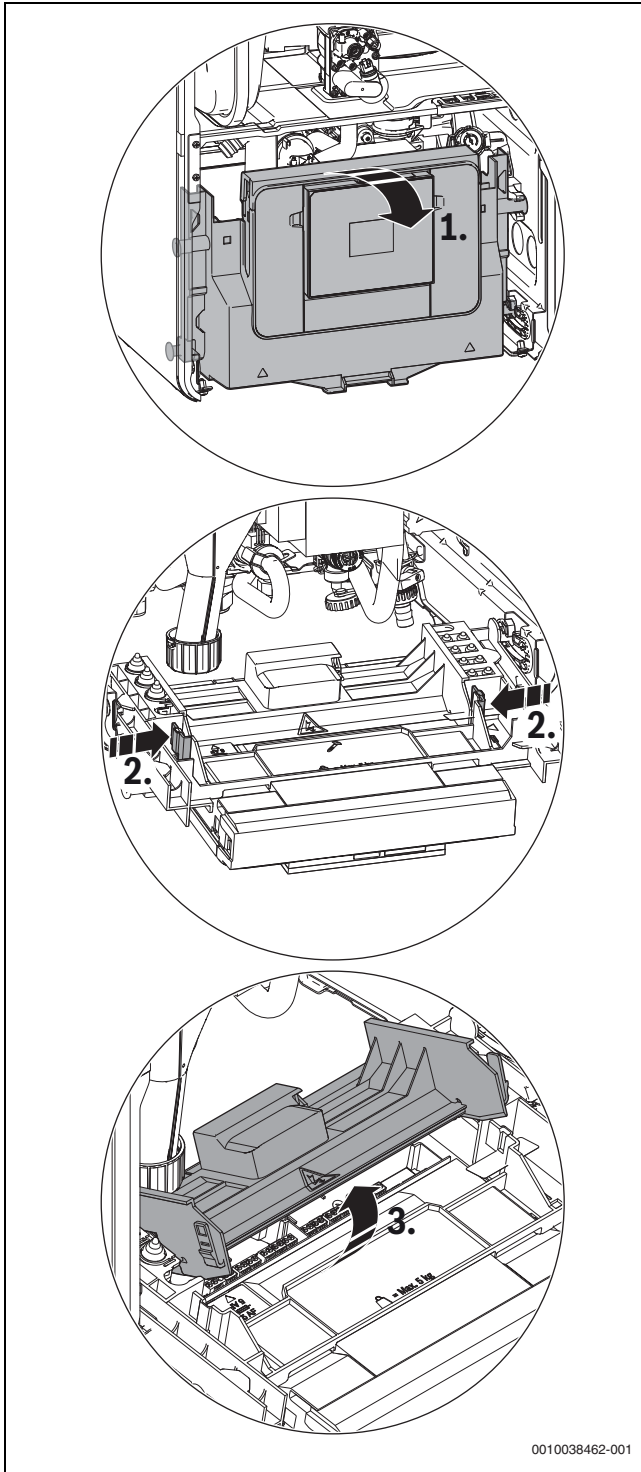

Fig. 30 Klap afdækningen op
- Klap styreenheden ned (→ fig. 30).